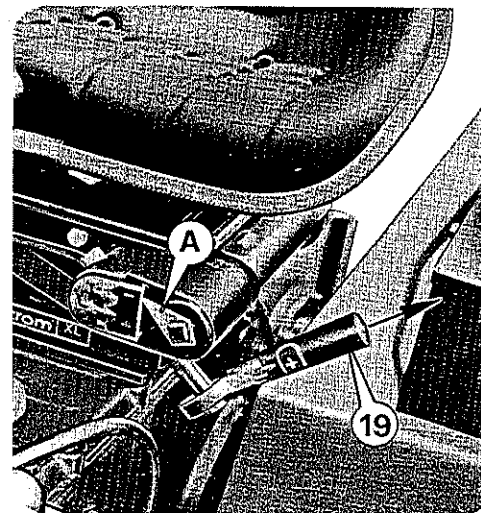

Fig. 13
19 Maniglia comando ammortizzatore sedile Fig. 13
- Agendo sulla maniglia verso l'ALTO si ottiene un irrigidimento della flessibilità adatta per persone pesanti. La freccia mobile A (Fig. 13) si sposta verso il segno "+".
- Agendo sulla maniglia verso il BASSO si ottiene un affievolimento della flessibilità adatta per persone leggere. La freccia mobile A (Fig. 13) si sposta verso il segno "-".
19 Operator seat shock-absorber control handle Fig. 13
- by pulling UP the handle you will increase the seat flexibility and make it fit for heavy people. Mobile arrow A (Fig. 13) will move towards "+".
- by pushing DOWN the handle, you will decrease seat flexibility and make it fit for light people. Mobile arrow A (Fig. 13) will move towards "-".
19 Poignée de commande amortisseur du siège Fig. 13
- en poussant la poignée vers le HAUT l'on augmente la flexibilité du siège et on le rend ainsi apte aux gens lourds. La flèche mobile A (Fig. 13) se déplace vers le signe "+".
- en poussant la poignée vers le BAS l'on diminue la flexibilité du siège et on le rend ainsi apte aux gens légers. La flèche mobile A (Fig. 13) se déplace vers le signe "-".
19 Manija mando amortiguador asiento Fig. 13
- Cuando se acciona la manija hacia arriba se obtiene una mayor rigidez de la flexibilidad, adapta para personas pesantes - La flecha móvil A (Fig. 13) se mueve hacia el signo "+".
- Accionando la manija hacia abajo se obtiene una flexibilidad más suave, adapta para personas livianas - La flecha móvil A (Fig. 13) se mueve hacia el signo "-".